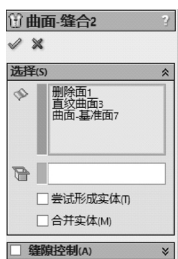

图 4-55 缝合曲面操作
STEP 10 单击“曲面”工具栏中的“缝合曲面”按钮, 选择与输送槽底部边线相接的面(取消“缝合控制”复选框的勾选状态), 对其执行缝合操作, 如图 4-55 所示。